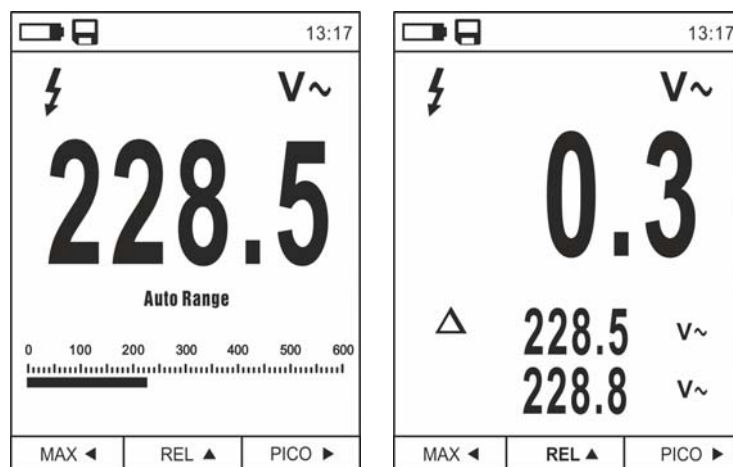

Fig. 8: Medida relativa
1. Pulse la tecla **REL ▲** para entrar en la medida relativa (ver Fig. 8 – parte derecha). El instrumento pone a cero el visualizador y guarda el valor mostrado como valor de referencia al cual será referidas las medidas sucesivas. El símbolo “Δ” se muestra en el visualizador. Las funciones “MAX/MIN” y “PICO” no están activas en esta modalidad